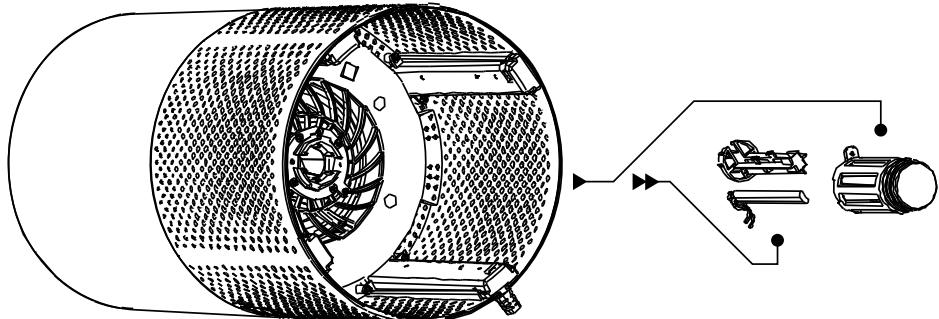

Abb. 3
2. Der integrierte Filter (7) kann gelegentlich mit einem feuchten Tuch von Staub befreit werden, vor allem auf der Seite des Vorfilters (außen). Der Filter kann auch auf niedriger Stufe oder mit einer Bürste mit weichem Haar vorsichtig abgestaubt werden. Den Filter nicht in Wasser tauchen und nicht auseinanderbauen. Falls der Luftreiniger mittels des Kontrollämpchens den notwendigen Filtertausch anzeigt, ist der Filter auszutauschen (siehe: BE-SCHREIBUNG DER MONTAGE UND DEMONTAGE DES FILTERS). Unter normalen Bedingungen signalisiert der Luftreiniger etwa alle 6 Monate die Notwendigkeit eines Filtertauschs. Bei intensivem Betrieb des Geräts kann dieser Zeitraum kürzer ausfallen. Tauschen Sie den Filter alle 6 Monate aus, auch wenn das Gerät keinen Filtertausch signalisiert.
3. Der Behälter für den Filter (8) sollte beim Filtertausch mit einem feuchten Tuch gereinigt werden.
- Filter vom Gerät abschrauben (7)
- Gerät auf die Seite kippen (Abb. 3)
- Schraube am Gehäuse der UV-Lampe (9) aufschrauben
- Filter (7) im Luftreiniger montieren